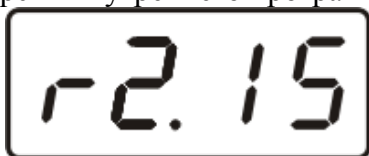

Рисунок 4.1 Индикация версии внутреннего программного обеспечения
- 4.5 При включении газоанализатора на его экране индицируется версия внутреннего ПО, Рисунок 4.1 Индикация версии внутреннего программного обеспечения